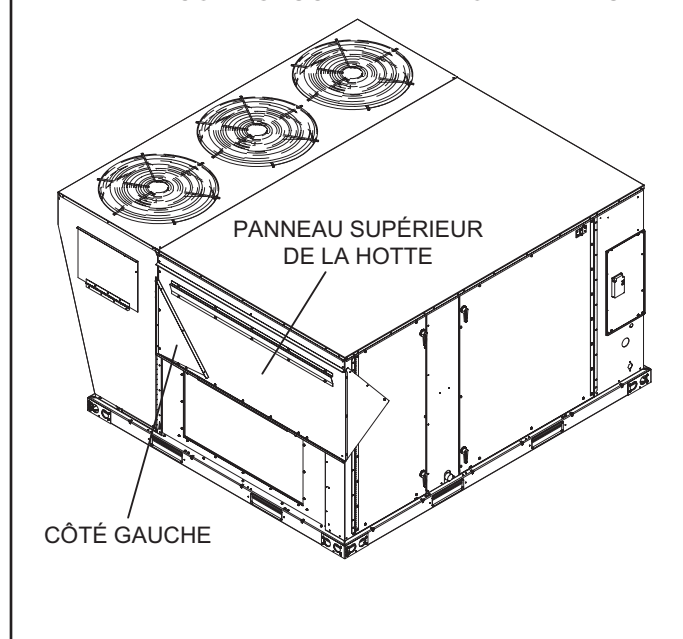

FIGURE 11
- 1 - Retirez le côté gauche du panneau supérieur de la hotte. Reportez-vous à la FIGURE 11.